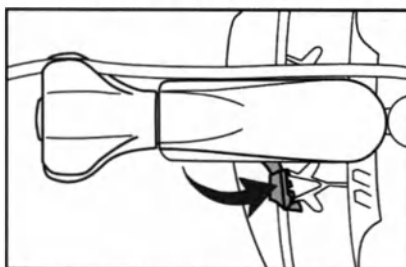

Figura 4a: Alavanca de bloqueio na posição DESBLOQUEADO
4. Para fixar o estabilizador ACROBAT-i ao retractor, bloquear a armação empurrando a alavanca de bloqueio em direcção ao corpo da armação até ficar na posição BLOQUEADO. Assegurar que o estabilizador ACROBAT-i está devidamente preso ao retractor depois da armação estar bloqueada no devido lugar. Consultar a Figura 4a e 4b relativamente às posições de desbloqueio e bloqueio.